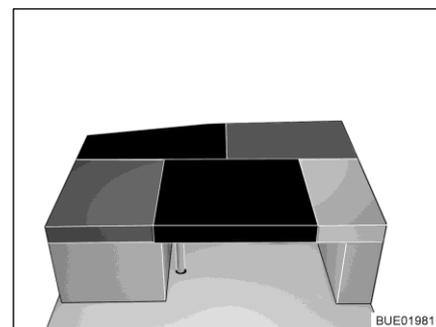

Fig. 155 Dopo la trasformazione
- Collocare il cuscino aggiuntivo rettangolare sul tavolo (tra il cuscino del divano e il cuscino dello schienale del sedile laterale, vedi Fig. 155).